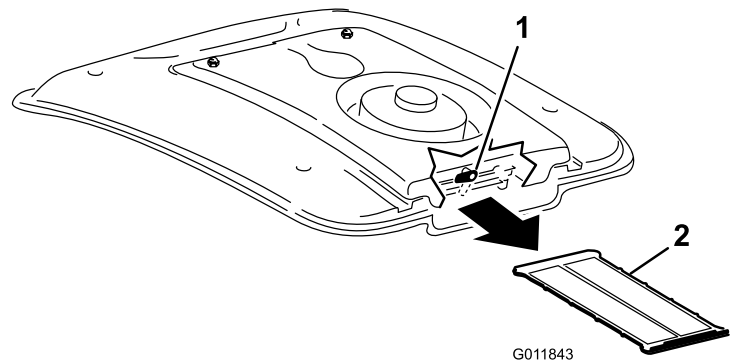

Figure 105
3. Glissez le filtre de climatisation hors du serpentin (Figure 105).
4. Nettoyez soigneusement le filtre à l'air comprimé (Figure 105).
2. À l'arrière du support du ventilateur, tournez le verrou de côté (Figure 105).